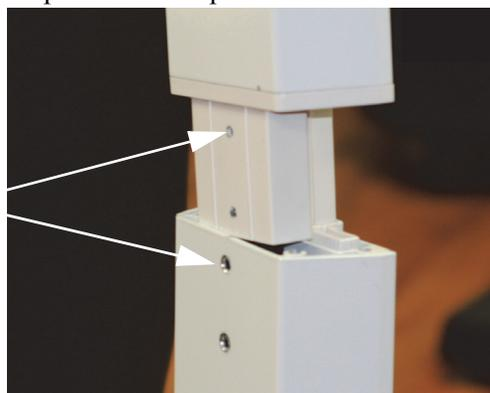

Figura 3-6. Inserte la Columna Superior en la Inferior
3. Una vez conectado el cable, inserte y deslice la columna superior en la inferior, tal como se muestra en la Figura 3-6, asegurándose que las perforaciones para los tornillos coincidan y el cable no sea pellizcado..